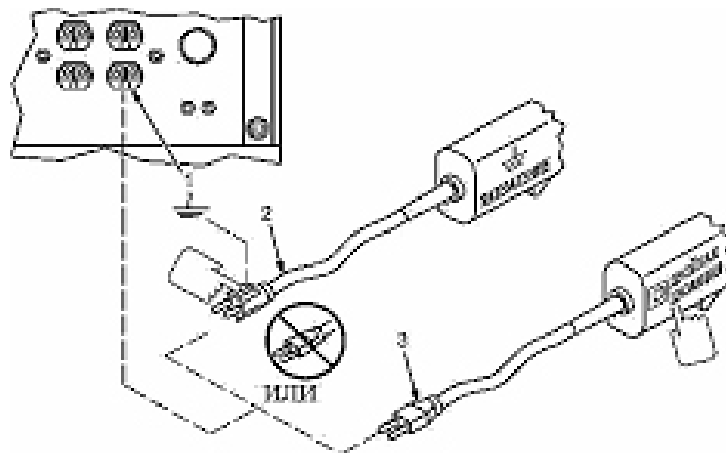

Рис.13
5. Подключаемые потребители должны иметь (рис. 13):